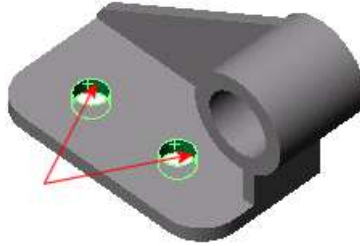

Рисунок 2.3 – Грані для закріплення
- У графічній області виберіть поверхні двох отворів, показаних на рис. 2.3). «Грань <1>» і «Грань <2>» з'являться у вікні «Грани», «Кромки», «Вершины для ограничения».